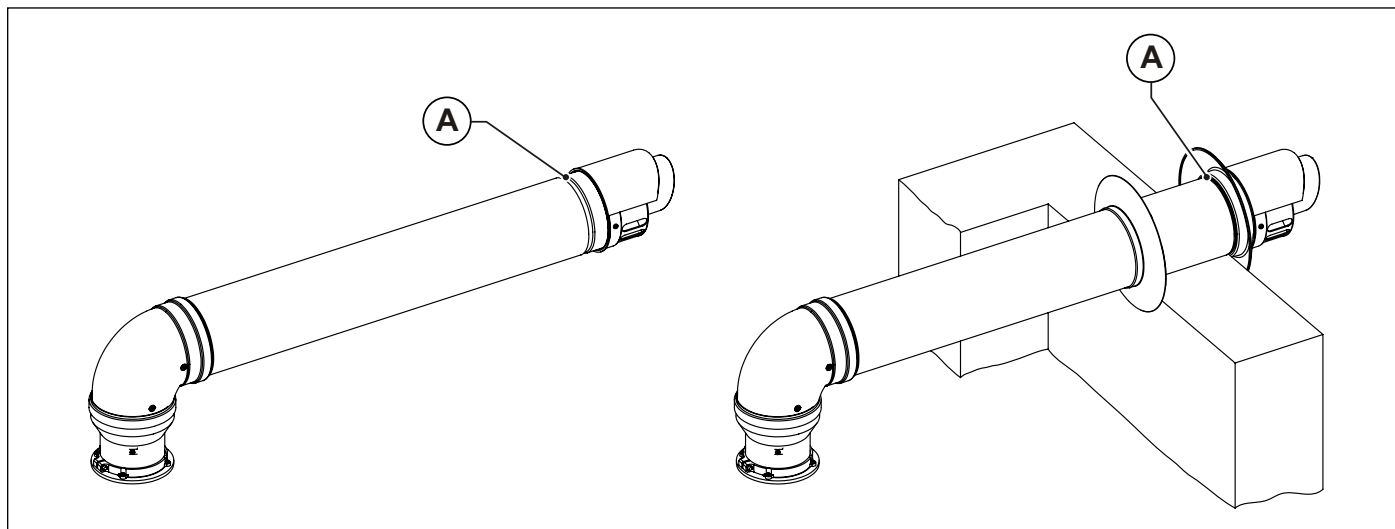

Fig. 18 Installazione terminali a parete
I terminali di aspirazione aria e scarico fumi, sdoppiati e coassiali, nella parte finale sono dotati di una gola (A) per il fissaggio del rosone esterno (vedi Fig. 18 Installazione terminali a parete).